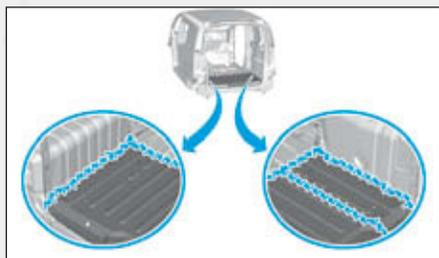

FIG.230
- un mastic d'étanchéité indice "A1" (Fig.230) et (Fig.231),